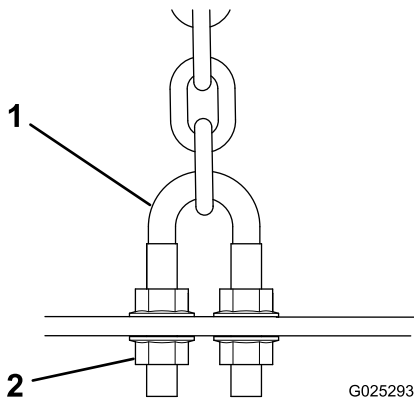
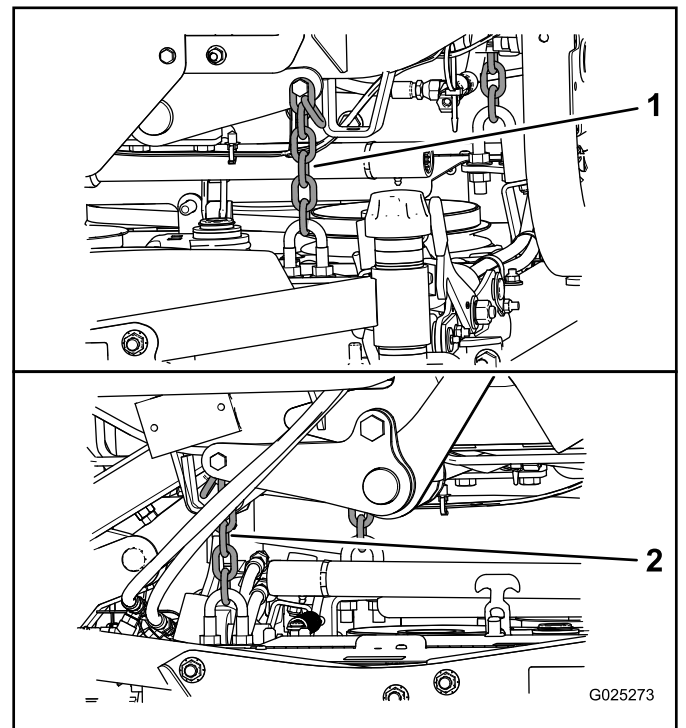

Figura 8
Figura 9
7. Ajuste las contratuercas de las abrazaderas (Figura 8) que sujetan las cadenas traseras de la carcasa (Figura 9) a la carcasa de corte, para elevar la parte trasera del cortacésped hasta que la inclinación de las cuchillas sea de 8 a 11 mm.
8. Ajuste las contratuercas que fijan las cadenas a la carcasa de corte hasta que la carcasa de corte quede nivelada (Figura 9).